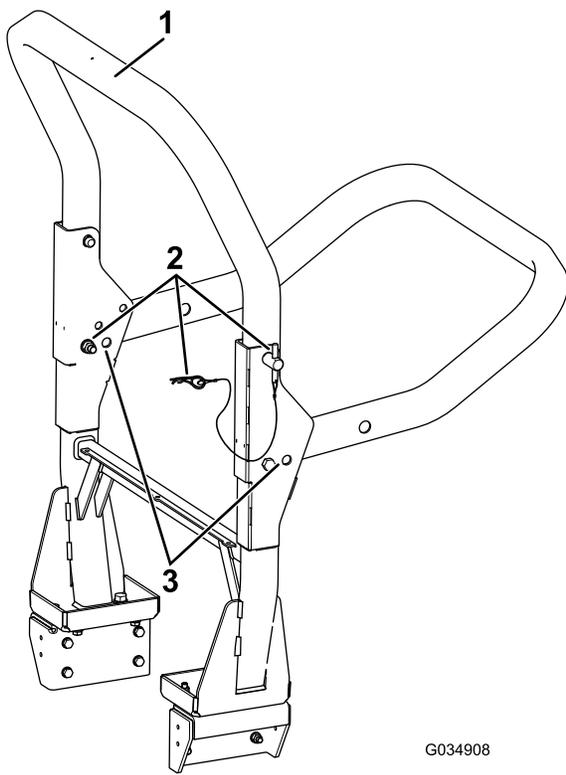

Figure 34
2. Soutenez le poids du cadre supérieur pendant que vous enlevez les goupilles fendues et les axes des supports de pivot (Figure 34).